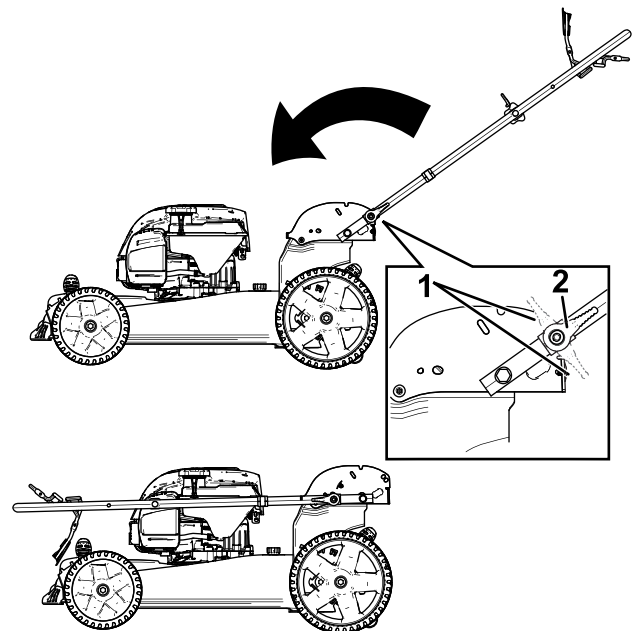

Bild 24
3. Lösen Sie die Holmarretierung (Bild 24).
4. Klappen Sie den Holm ganz nach vorne (Bild 24).